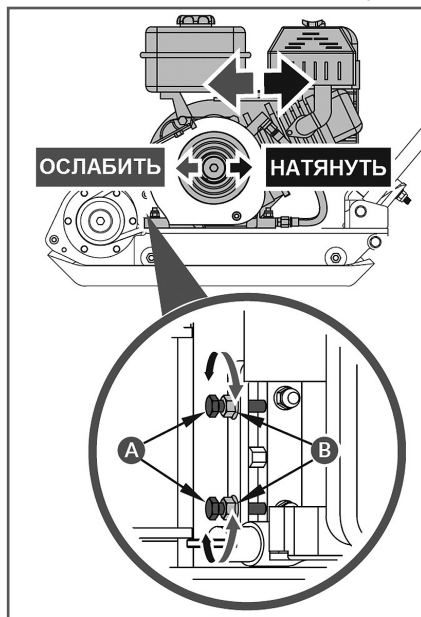

Рис. 31 Регулировка натяжения ремней PC6337F
- для натяжения ремней ослабьте затяжку контргайек В, после чего закрутите болты А натяжного устройства (Рис. 31);
- для ослабления ремней ослабьте затяжку контргайек В, открутите болты А натяжного устройства (Рис. 31) и сдвиньте двигатель к вибратору;